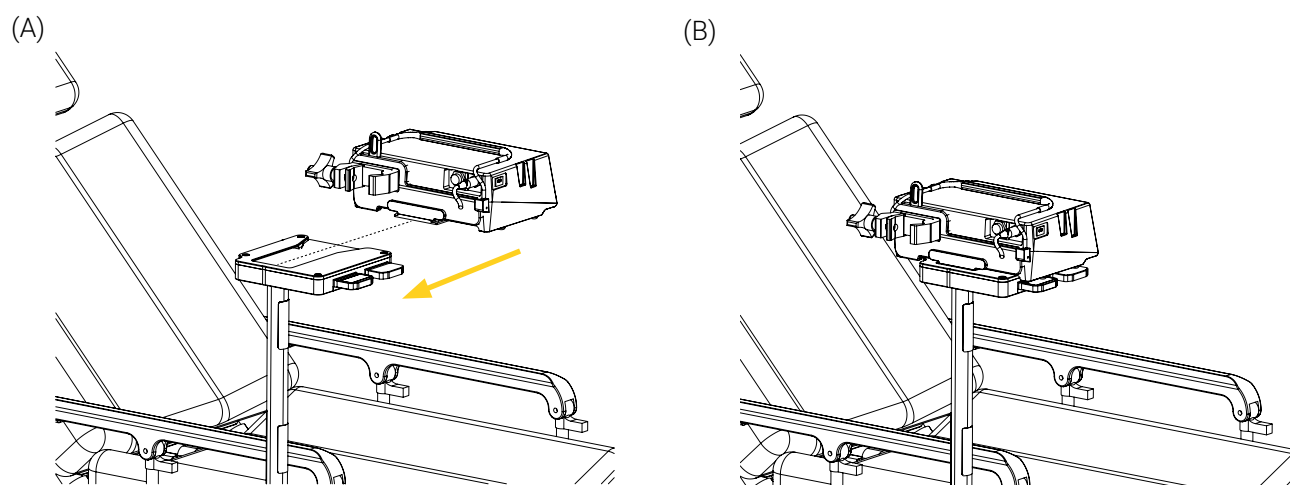

Figure 10: Installation de la pompe à infusion dans le Support de fixation NVM
1. Insérer la pompe à infusion dans le Support de fixation NVM horizontalement, puis le glisser dans le support de fixation jusqu'à ce qu'elle se verrouille (Figure 10), portant une attention particulière de ne pas coincer les câbles ou le tubage.